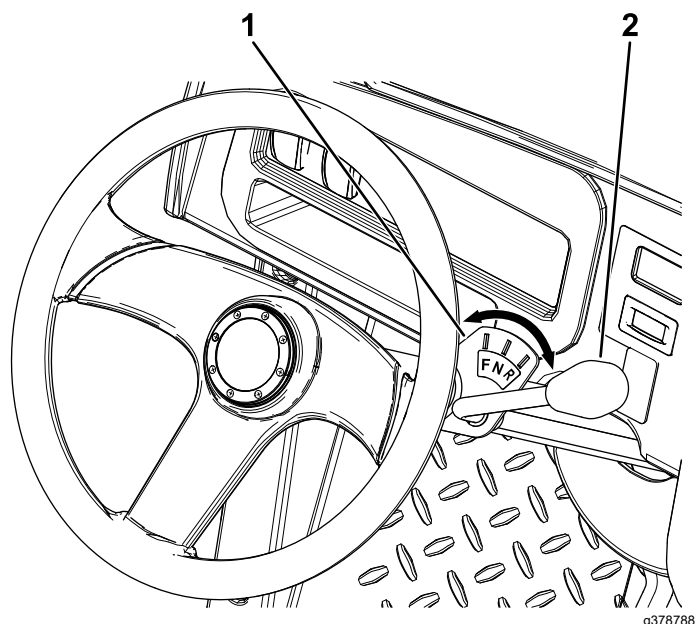

Рисунок 10
У рычага переключения передач есть три положения по индикатору переключения передач: ПЕРЕДНИЙ ХОД (F), ЗАДНИЙ ХОД (R) и НЕЙТРАЛЬ (N) (Рисунок 10).
Из НЕЙТРАЛЬНОГО (N) положения рычаг переключения передач можно переместить влево в положение ПЕРЕДНЕГО ХОДА (F) или вправо в положение ЗАДНЕГО ХОДА (R) (Рисунок 10).